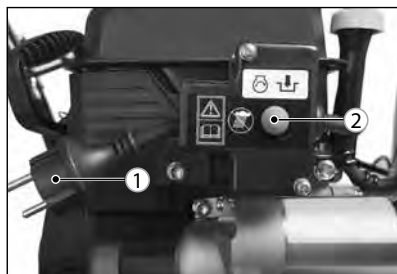

Рис. 20
8. При использовании электростартера подключите сетевой удлинитель, предназначенный для питания садового электроинструмента и рассчитанный на напряжение 230 В, к штепсельной вилке стартера 1 (рис. 20).
9. Нажмите кнопку электростартера 2 и удерживайте ее в течение 3-5 секунд. Произойдет прокручивание вала двигателя и его запуск. Как только двигатель запустился, незамедлительно отпустите кнопку включения электростартера и отсоедините электрический удлинитель от штепсельной вилки снегоуборщика. Если двигатель не запустился, сделайте перерыв в течение 15-20 секунд и повторите попытку (рис. 20).